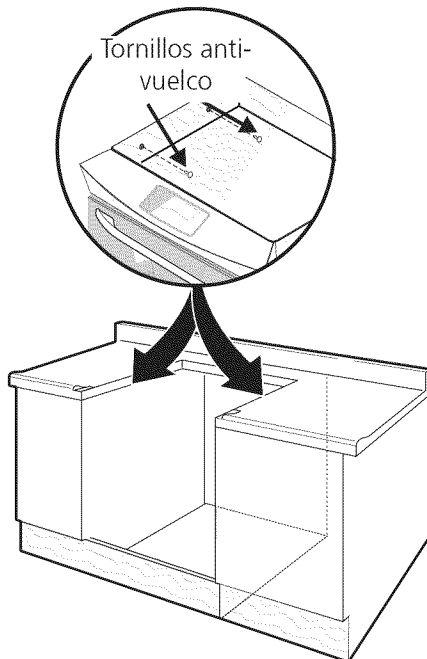

Figura 5
2. Levante la tapa y fije la caja de hornillas al armario con estos tornillos para evitar que la estufa se vuelque (vea Figura 5).